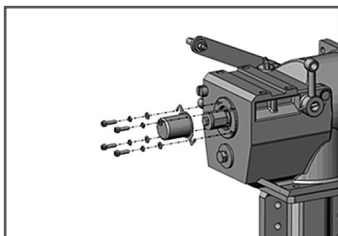

Рис. 2 Демонтаж крышки вала отбора мощности
1. Снять крышку вала отбора мощности (Рис. 2).